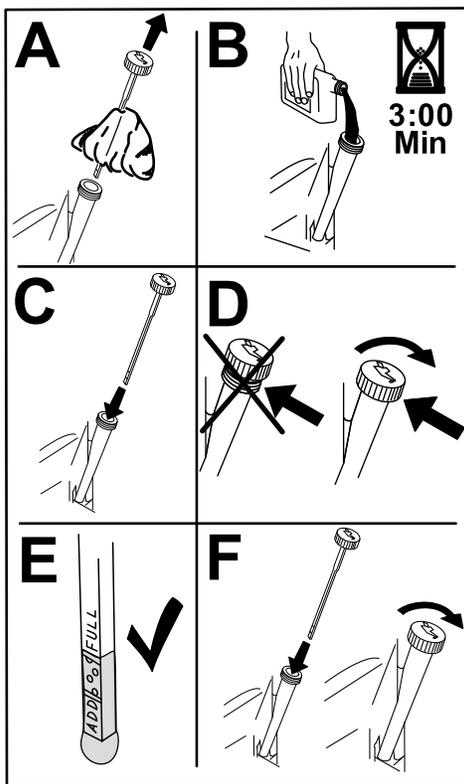

Рисунок 43
6. Медленно залейте приблизительно 80% объема масла указанного типа в заливную горловину и затем медленно добавляйте масло, чтобы довести его уровень до отметки **Полный** (Рисунок 43).